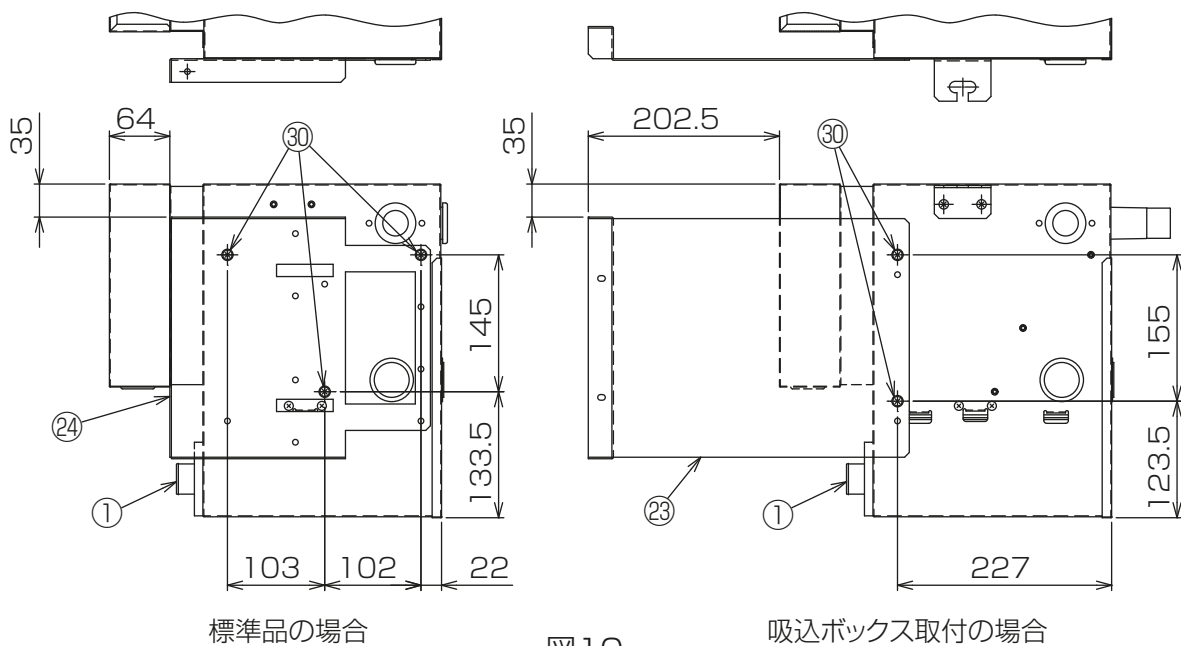

図10
- (1) FCU本体が標準品の場合、品番②④取付板3を品番③⑩座付タッピンネジ5×10(3本)にて品番①ドレンアップメカに取付けてください。吸込ボックス取付の場合、品番②③取付板2を品番③⑩座付タッピンネジ5×10(2本)にて品番①ドレンアップメカに取付けてください。[図10]